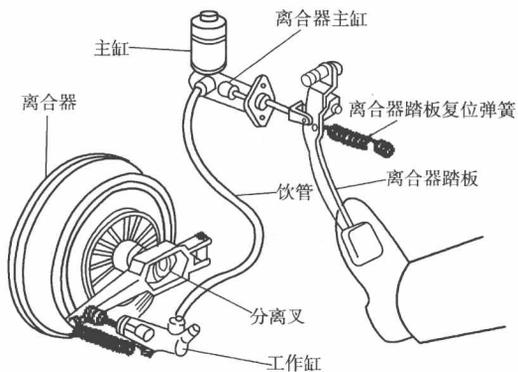

图 1-6 离合器踏板与离合器的位置关系图
- (2) 离合器踏板与离合器的位置连接关系,如图 1-6 所示。